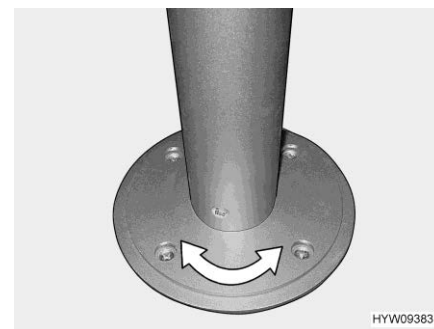

Fig. 88 Piede del tavolo a colonna (girevole)
- Ruotare il piano del tavolo nella posizione desiderata. A tale scopo occorre esercitare abbastanza forza, poiché il piano del tavolo ruota incontrando resistenza di attrito sul piede del tavolo a colonna (Fig. 88).